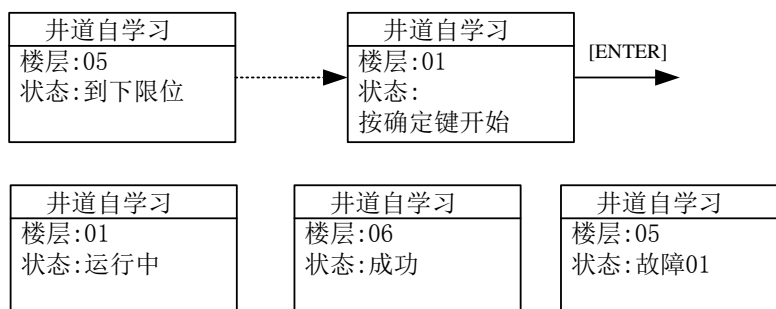

图 5.5.1 井道自学习操作示意图
4. 通过液晶显示屏进入自学习菜单，按菜单提示操作；如图 5.5.1 所示。